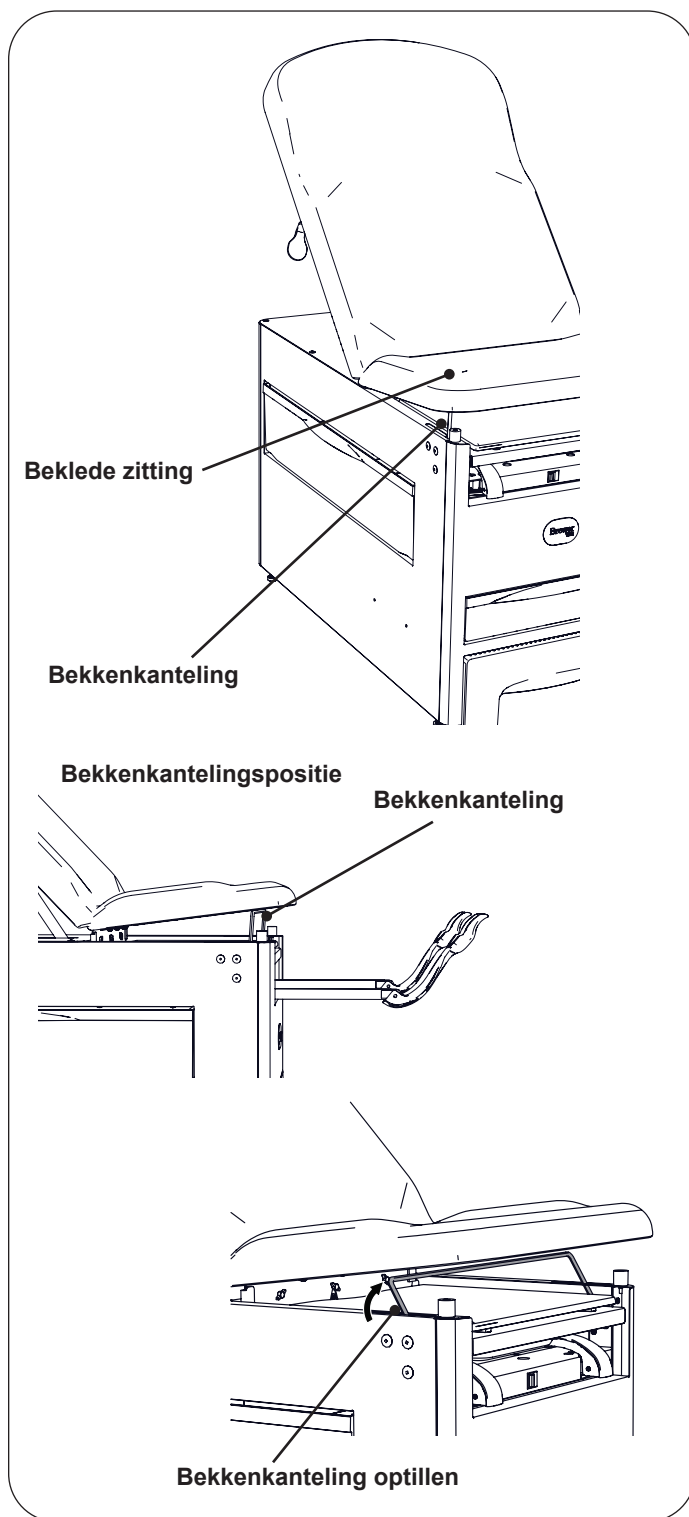

Figure 16. Steunstang bekkenkanteling
1. Breng de voorrand van de beklede zitting omhoog (Figure 16). Draai de steunstang voor bekkenkanteling omhoog tot volledig rechtop.